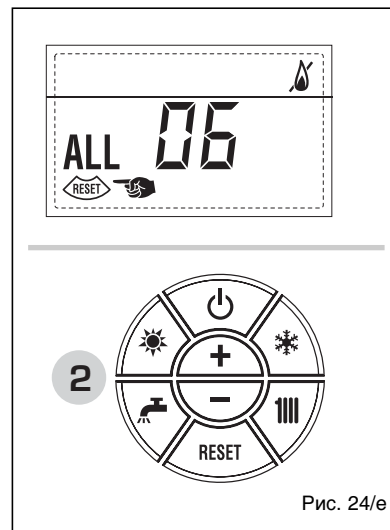

Рис. 24/е
– НЕПОЛАДКА ПРЕДОХРАНИТЕЛЬНОГО ТЕРМОСТАТА, «ТРЕВ.07» (рис. 24/ф)